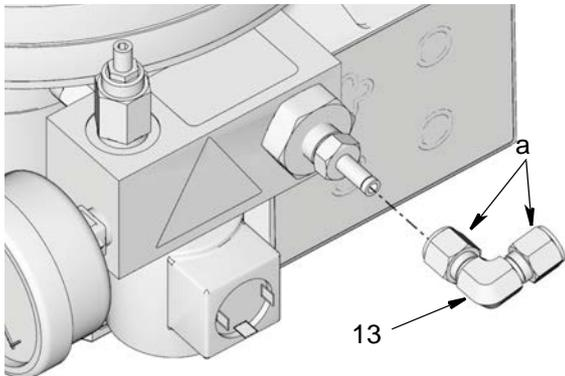

FIG. 9
- Desserrer les écrous du coude de raccord (a) et raccorder le coude (13) à l'adaptateur de tuyau (11) (FIG. 9).